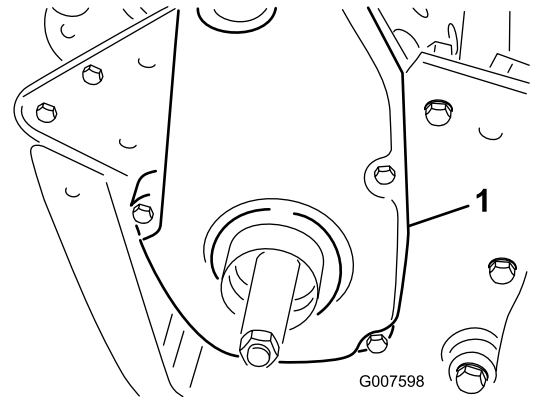

図 37
1. ベルトカバー取り付けネジを外してカバーを取り、ベルトを露出させる 図 37。